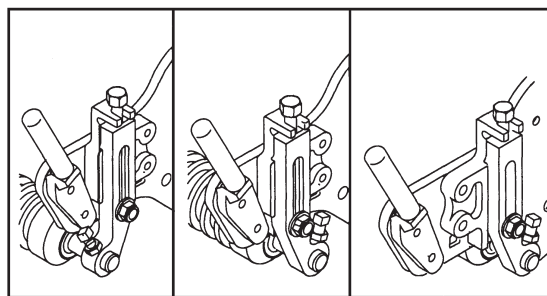

Fig. 9
**N.B.** Il rullo anteriore può assumere tre posizioni (Fig. 9), secondo l'applicazione e le esigenze.